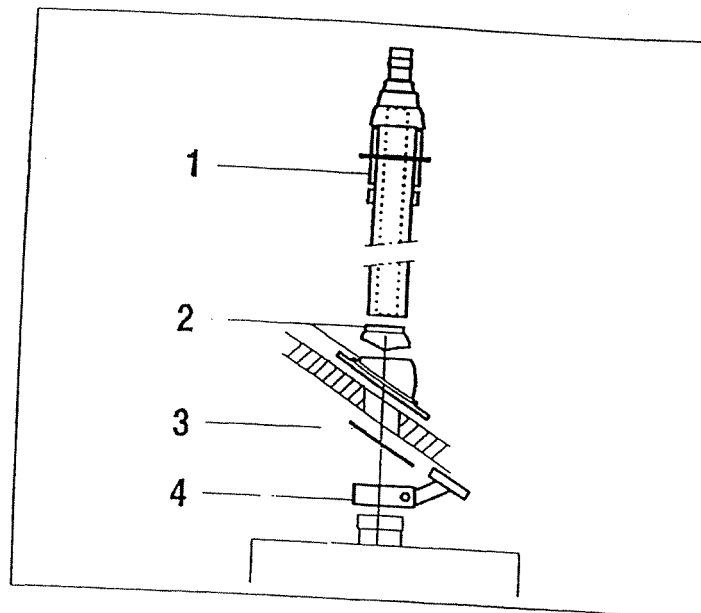

Fig. 12 Montaggio elemento per il passaggio dei gas di scarico dal tetto, con tetto a spiovente
- ◆ Togliere la tegola e praticare, nel tetto, un foro del diametro di 105-110 mm. Applicare una tegola universale con cappuccio per pioggia (Fig. 12, punto 2).
- ◆ Inserire in quest'ultima, dall'alto, l'elemento per il passaggio dei gas di scarico dal tetto (Fig. 12, punto 1) fino al punto di arresto.
- ◆ Con una livella a bolla d'aria, controllare che detto elemento sia verticale, quindi avvitare lo sportello interno a due pezzi (Fig. 12, punto 3).
- ◆ Spingere dal basso la fascetta di fissaggio (Fig. 12, punto 4) sull'elemento per il passaggio dei gas di scarico dal tetto, ed avvitarla.